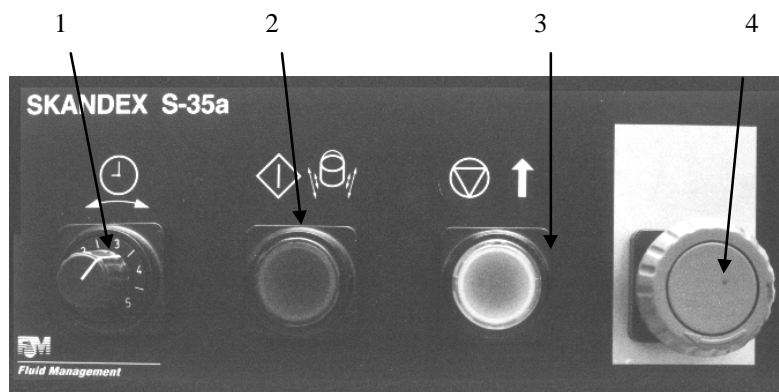
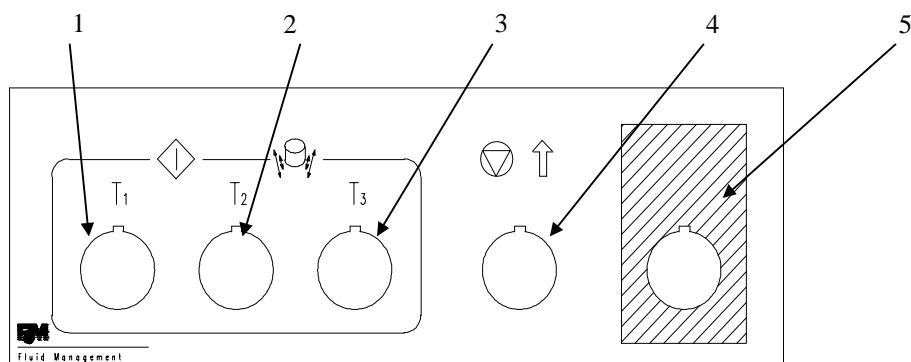

figura 9
figura 10
- SO-40a : O interruptor de emergência deve estar premido (ver figura 9), e o interruptor ON/OFF que se encontra na parte traseira da máquina deve estar na posição <O>.
5.4.3 Tipo: SO-40a (Figura 9)
3. Destranque o botão de emergência (figura 9, número 4).
7. Marque o tempo de vibração desejado no Temporizador (figura 9, número 1) ou num dos botões de arranque (figura 10, números 1,2,3).
8. Prima o botão de arranque (figura 9, número 2). A placa de aperto desloca-se agora automaticamente para baixo iniciando assim o ciclo de vibração. A placa de aperto subirá automaticamente no fim do ciclo de vibração. Se a máquina tiver botões “Timer”, estes são igualmente os botões de arranque (ver figura 10, números 1, 2 e 3).
10. No caso de uma embalagem não caber entre a mesa e a placa de aperto, pode fazer subir a placa de aperto depois de fechar a porta por meio do botão Stop/Up (figura 9, número 3).
No caso de ser necessário interromper o ciclo de vibração antes do fim, pode premir o botão UP/STOP (figura 9, número 3).
Em caso de emergência, o ciclo de vibração pode igualmente ser interrompido premindo o interruptor de emergência (figura 9, número 4). Depois de premir o interruptor de emergência deve esperar 15 segundos antes de o destrancar novamente. O interruptor de emergência pode ser destrancado virando o botão um quarto de volta para esquerda.
Em 1997, a SO-40a será equipada com um novo painel de comandos (ver figura 10). A máquina passará a ter três botões de arranque (figura 10, números 1, 2 e 3): para obter automaticamente um tempo de vibração de 30, 60 ou 180 segundos. Ao premir os botões de arranque simultaneamente, os tempos de vibração serão somados (por exemplo $T_1 + T_2 = 90$ segundos).